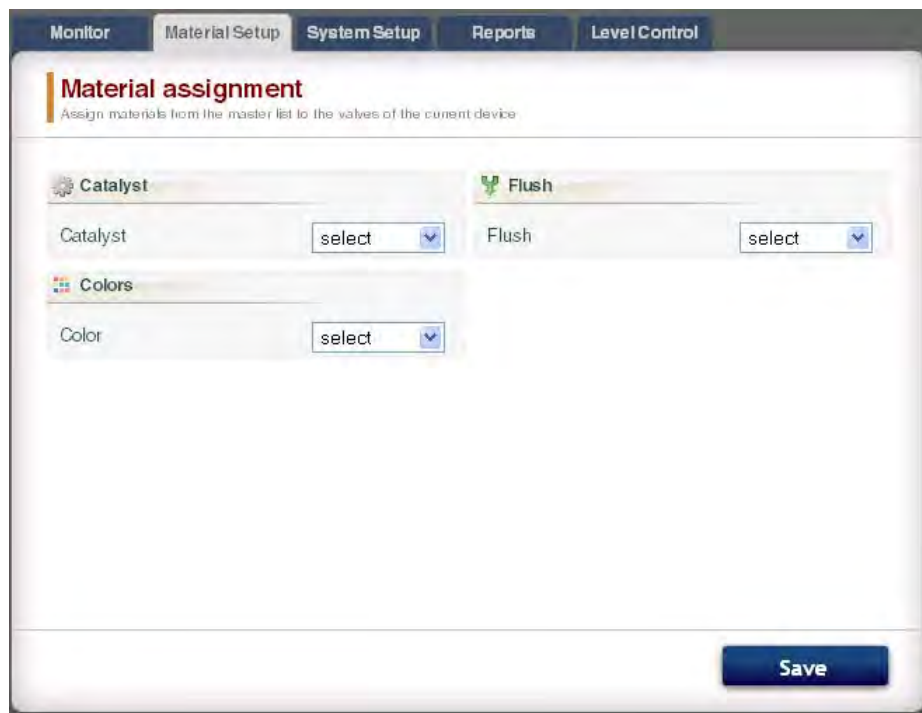

图 55：涂料设置选项卡
转到涂料设置选项卡以指定一种催化剂、颜色、减压器（在 3KS 上），并使用下拉菜单为现用设备的阀冲洗涂料。对 2KS 而言，每种设备可能包括多达 30 个色阀、4 个催化剂阀和溶剂冲洗阀。对 3KS 而言，每种设备可能包括多达 25 个色阀、4 个催化剂阀、4 个减压器阀和溶剂冲洗阀。列在每个下拉菜单中的涂料是在涂料选项卡内输入而成，第 28 页。见图 55。
4. 断开控制板（22）的电缆（15）和导线（17、18）。参见图 55。